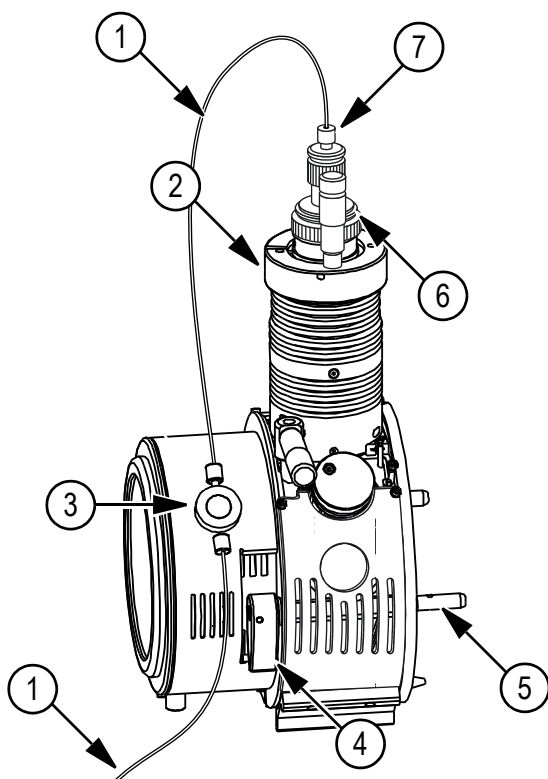

Figure 2-1 Source d'ions Turbo V
1. Insérer la sonde dans la tour. Aligner l'orifice de la sonde sur la broche d'alignement qui se trouve sur le dessus de la source d'ions. Voir figure 2-1, page 13.
3. Appuyer délicatement la source d'ions contre l'interface de dépression, puis tourner complètement les loquets de la source d'ions vers le bas de manière à verrouiller la source d'ions en position (position verrouillée à 6h30). Voir figure 2-1, page 13.